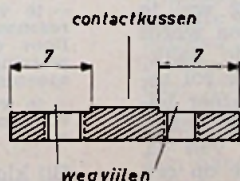

Fig. 3a - (dwarsdoorsnede van fig. 3)
1. Aan de zijde, waar de boutjes in de klem gaan, aan weerskanten een dun laagje wegvijlen van 7 mm breedte, zodat vanzelf een verhoging overblijft van 6 mm breed (fig. 3a)